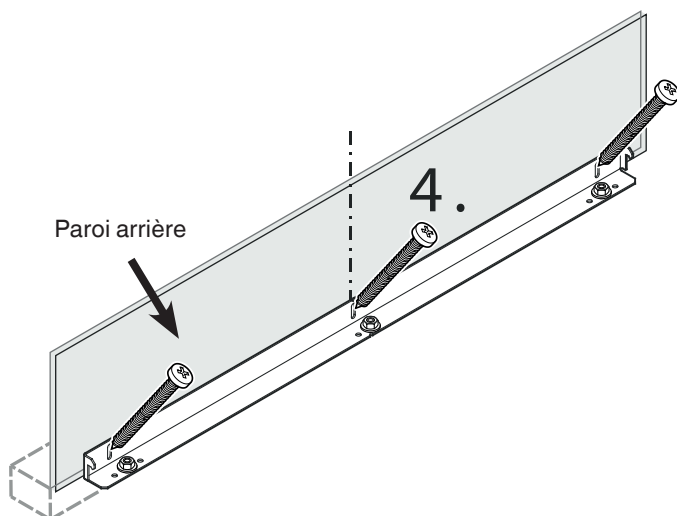

Figure 5
4. Fixer l'équerre anti-bascullement à la paroi arrière (**figure 5**) à l'aide de 3 vis (6 x 60).